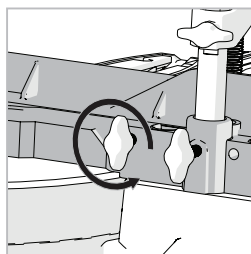

Abb. 10
- Lösen Sie die Rändelschraube. (**Abb. 10**)